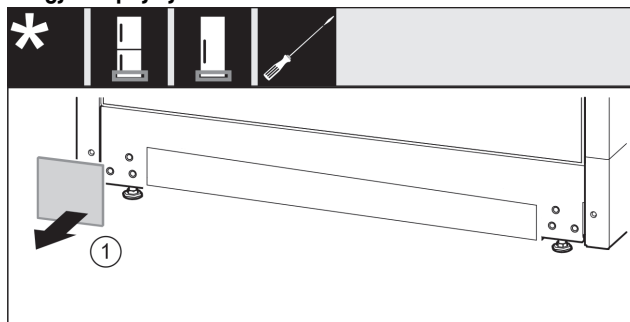

Fig. 15
- Hiqni kapakun mbulues. Fig. 15 (1)